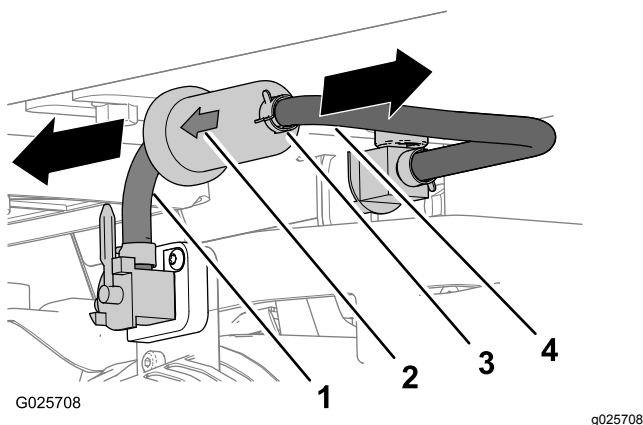

Figura 25
6. Retire las abrazaderas y la manguera del acoplamiento dentado del filtro de combustible (Figura 25).
- Alinee la flecha de la carcasa del filtro de combustible nuevo para que corresponda con el flujo de combustible al motor (Figura 25).
- Inserte el acoplamiento dentado del filtro de combustible en la manguera que viene del interruptor del motor (Figura 25).
- Inserte el acoplamiento dentado del otro extremo del filtro de combustible en la manguera que está conectada a la válvula de cierre del depósito (Figura 25).